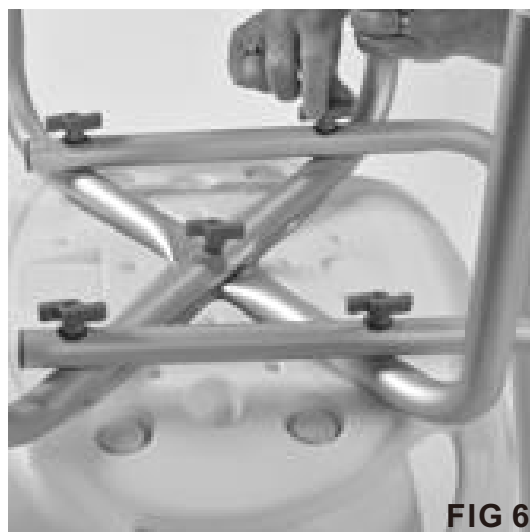

FIG 6
- Repita el proceso de fijación de la barra de apoyo del respaldo y el soporte para las piernas en forma de U a la parte inferior de la silla con la segunda barra de apoyo del respaldo (consulte la FIG. 6).